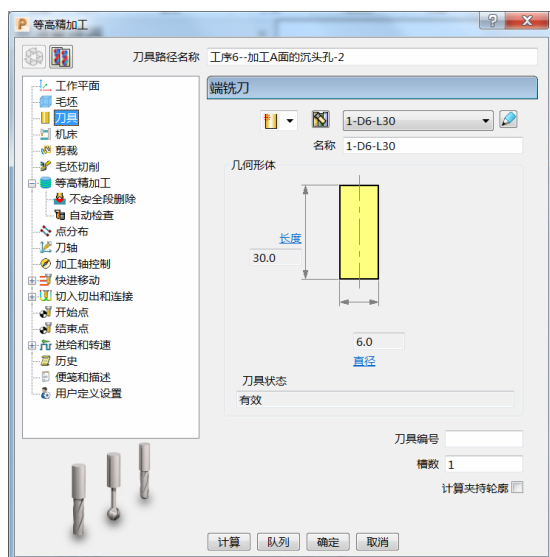

图 6-51
- 3) 刀具选择“ $\phi 6$ 立铣刀”, 伸出 30mm 即可。(图 6-51)